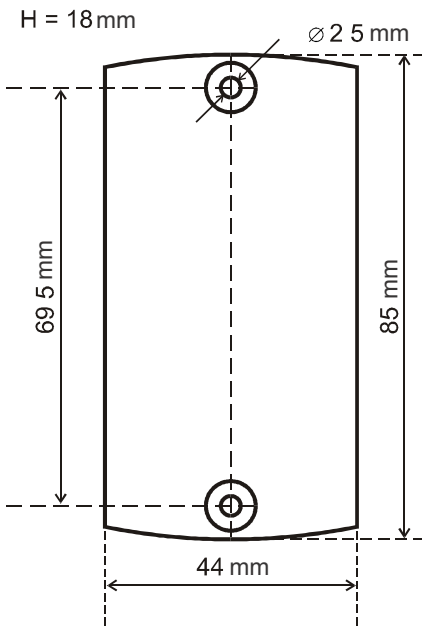

Abb. 1
1. Zeichnen Sie die Befestigungslöcher an und bohren Sie sie in der Größe, die den Löchern im Gehäuse des Lesegeräts entspricht (Abb. 1).